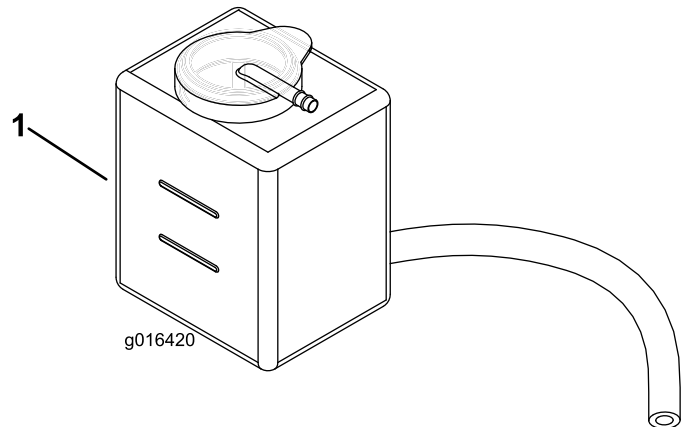

図 26
2. 冷却液の量を点検する (図 26)。エンジンが冷えている状態で、補助タンク側面についている 2 本のマークの間であれば適正である。